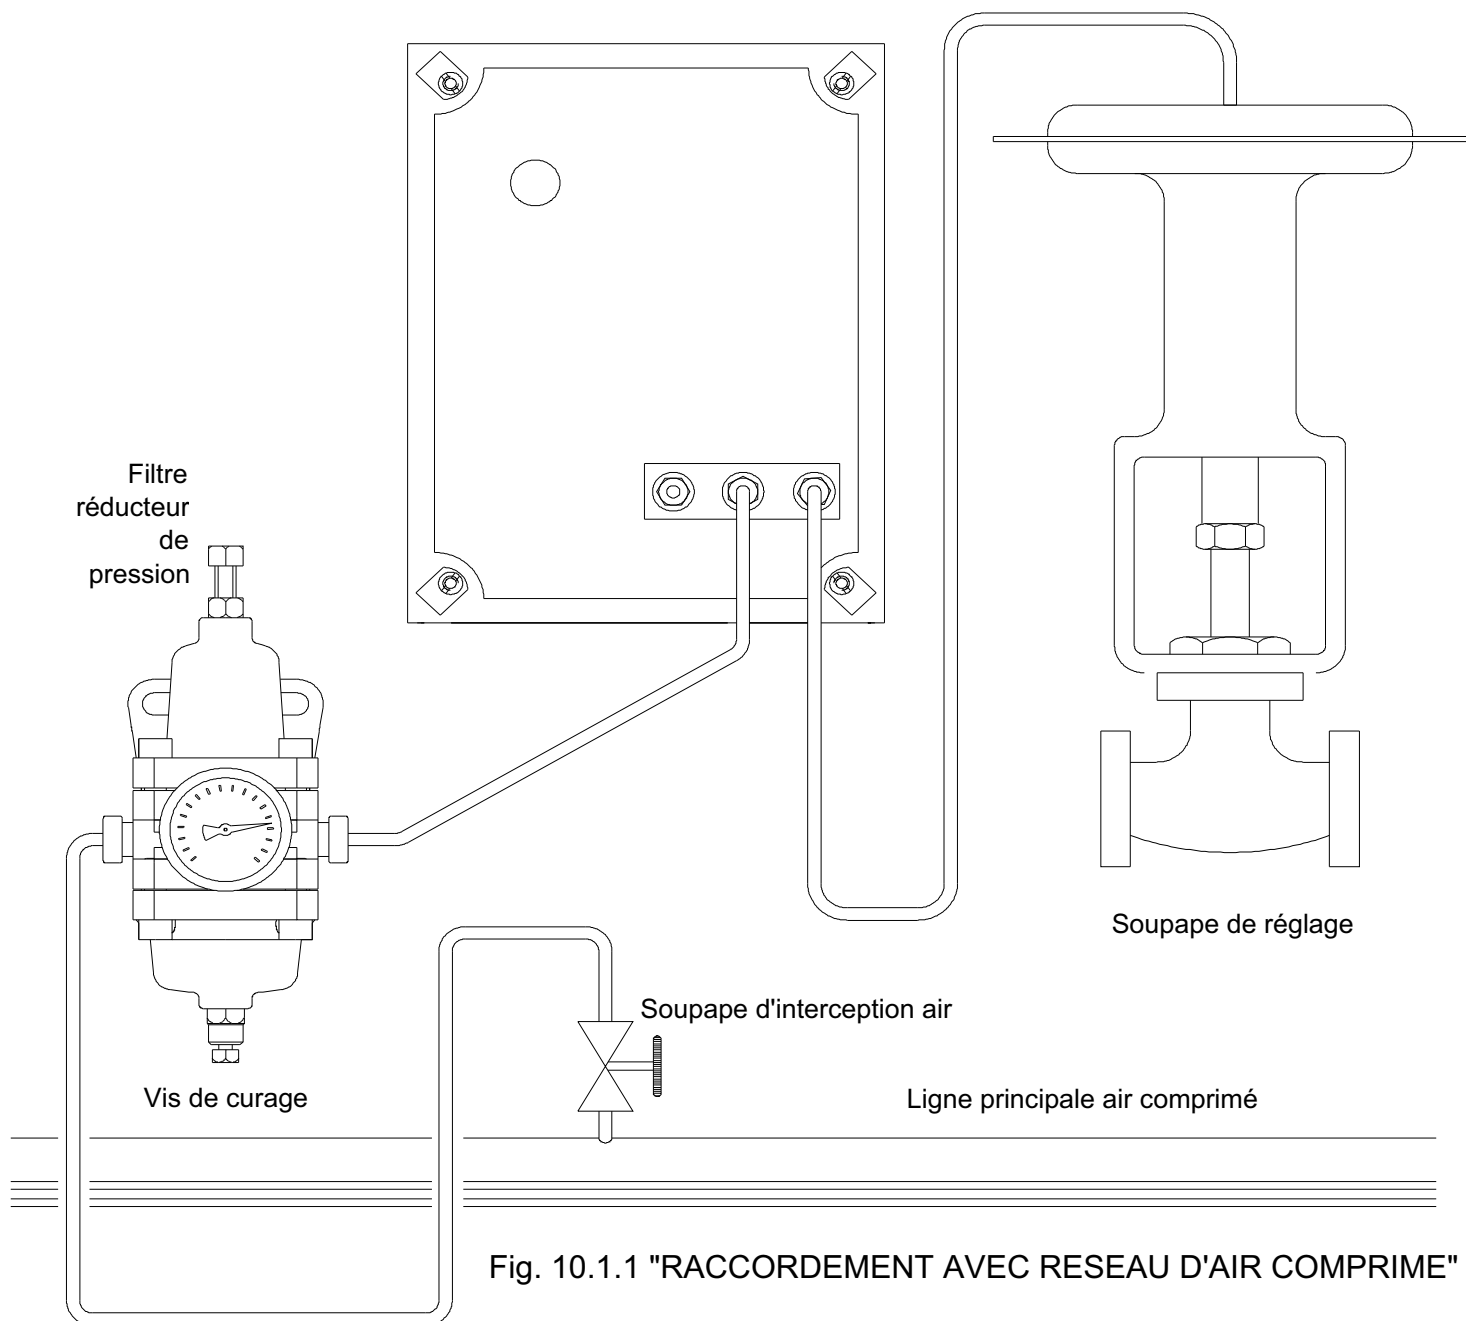

Fig. 10.1.1 "RACCORDEMENT AVEC RESEAU D'AIR COMPRIME"
10.1. RACCORDEMENT AVEC RESEAU D'AIR COMPRIE (Fig. 10.1.1)
A - Alimenter l'appareil avec de l'air à 20 psi ($\pm 1,5$) et ouvrir la vis de curage du filtre réducteur de pression (voir Fig. 10.1.1) jusqu'au complet échappement d'éventuels condensats.
A - Alimenter l'appareil avec de l'air à 20 psi ($\pm 1,5$) et ouvrir la vis de curage du filtre réducteur de pression (voir Fig. 10.1.1) jusqu'au complet échappement de possibles condensats.
B - Alimenter l'appareil avec de l'air à 20 psi ($\pm 1,5$) et ouvrir la vis de curage du filtre réducteur de pression (voir Fig. 10.1.1) jusqu'au complet échappement d'éventuels condensats.